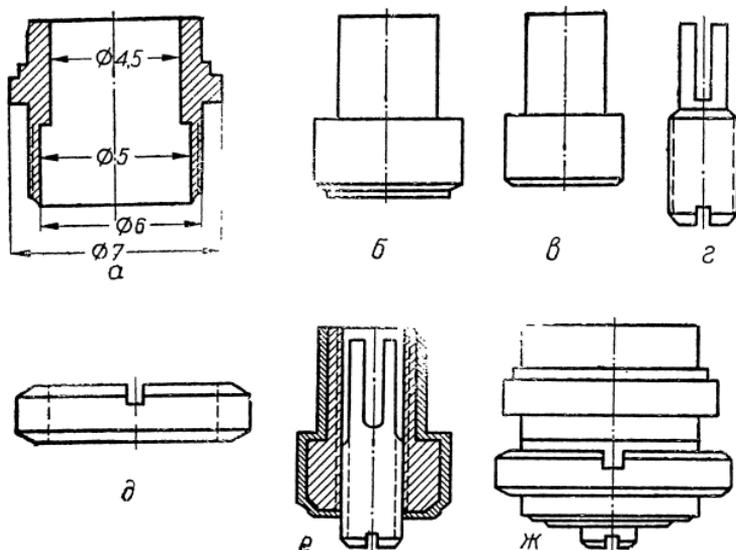

Рис. 103. Детали штепсельного гнезда.
Синхроконттакт устанавливают так. Сняв корпус аппарата 14 (рис. 78), в наружной части его просверливают отверстие и вставляют штепсельное гнездо, прикрепив его с обратной стороны гайкой *д* (рис. 103).
Фотомастерские получают штепсельные гнезда на заводах. Фотолюбители могут сделать их сами следующим образом: вытачивается цилиндрическая латунная трубка *а* (корпус гнезда рис. 103) длиной 7,5 мм, внутренним диаметром 4,5 мм и наружным 7 мм. На трубке нарезается резьба
*а* также равен 5 мм (см. рис. 103, *а*), высота нижней части равна не 2,5 мм, а 3 мм. Это делается для того, чтобы после установки втулки *б* в корпус гнезда торцовую часть корпуса высотой 0,5 мм можно было завальцевать и втулка *б* не могла выпасть.
Контакты (*б*, *в*, *г*) в собранном виде показаны на рис. 103, *е*. На рис. 103, *ж* изображено штепсельное гнездо в собранном виде.